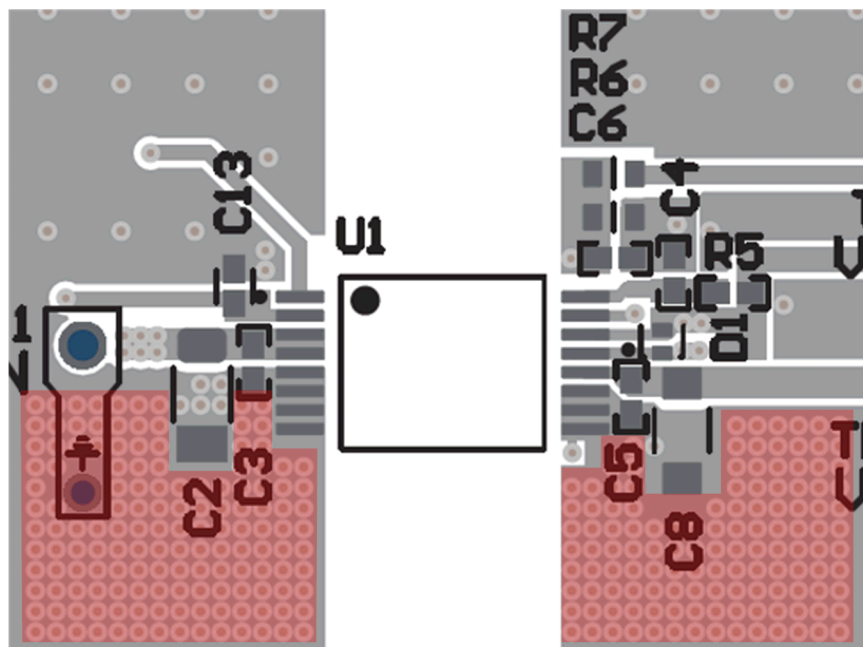

図 8-8. サーマル ビア
- f. 図 8-8 にレイアウトの例を示します。銅の面積が少ない場合は、ピン 5 ~ 8 (1 次側) と 9 ~ 11 (2 次側) の近くに配置し、設計で可能な限り多くのサーマルビアを使用します。